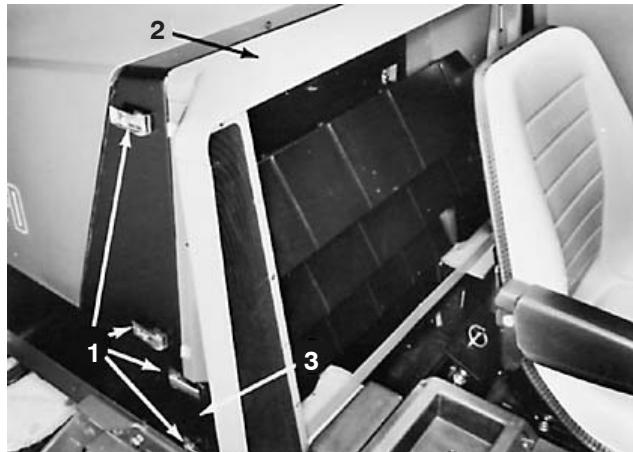

Figure 43
B. Déverrouillez les poignées de verrouillage de chaque côté et déposez le cadre de radiateur et le support de grille (Fig. 43).